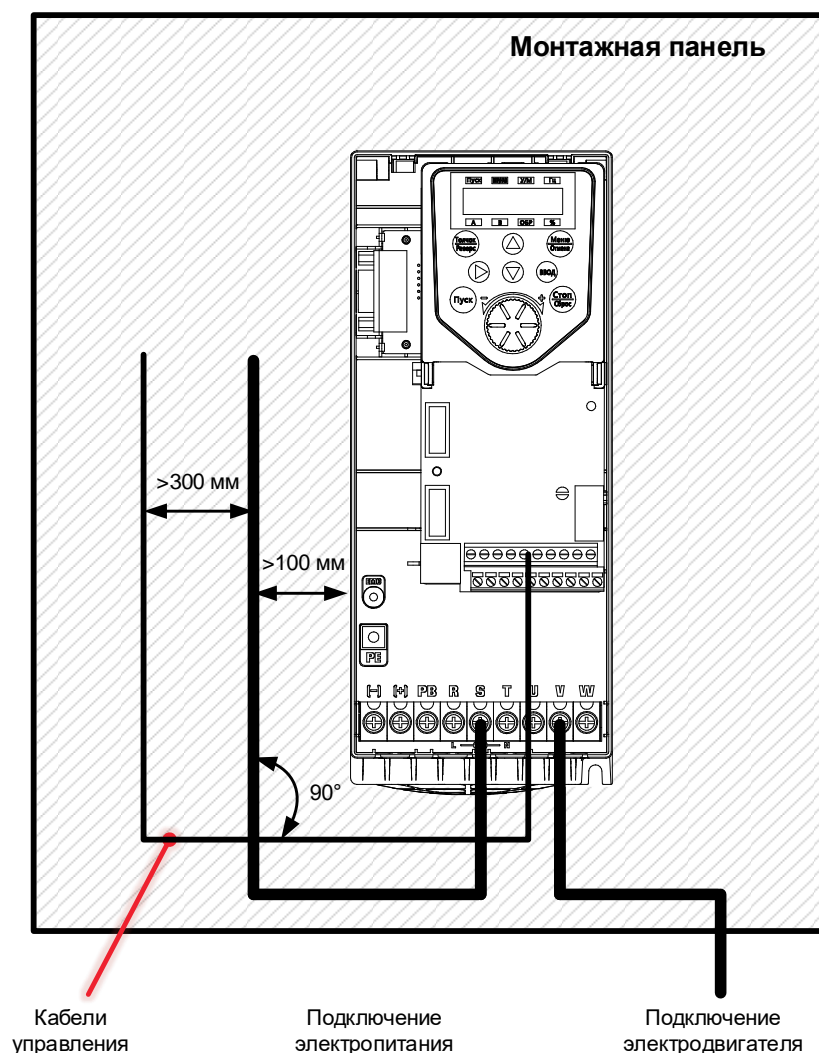

Рисунок 4-20 Схема прокладки силовых и сигнальных кабелей
- Кабели управления по возможности должны прокладываться в отдельном металлическом коробе или на расстоянии не менее 300 мм от силовых кабелей (Рисунок 4-20);